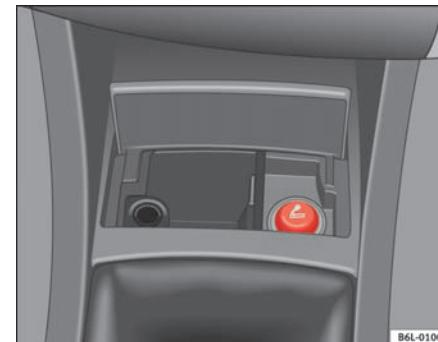

Fig. 82 Encendedor
- Presione el encendedor ⇒ fig. 82 para activarlo ⇒ **!**.